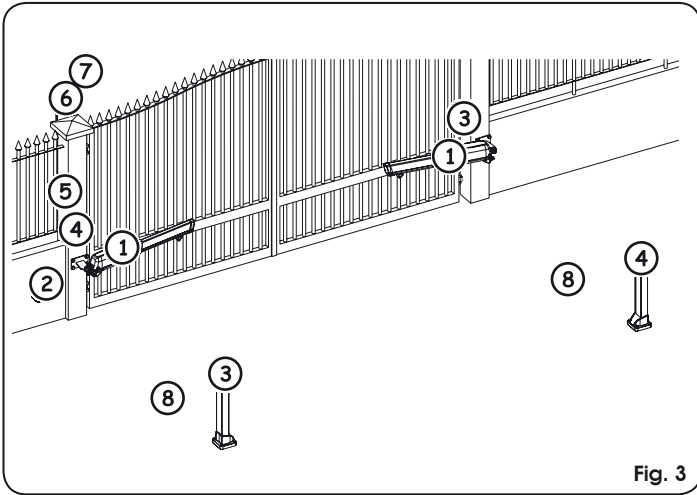

Fig. 3
4.1. Predisposiciones eléctricas (equipo estándar Fig. 3)